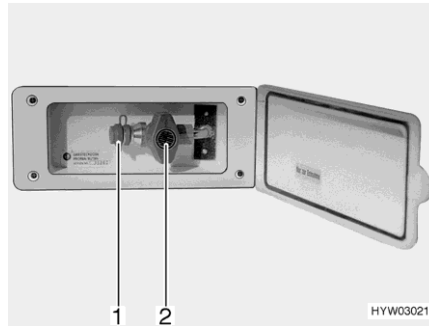

Bild 116 Externer Gasanschluss
- Externes Gasgerät an der Anschluss-Stelle (Bild 116,1) anschließen.
- Das Gasabsperrrventil (Bild 116,2) öffnen.